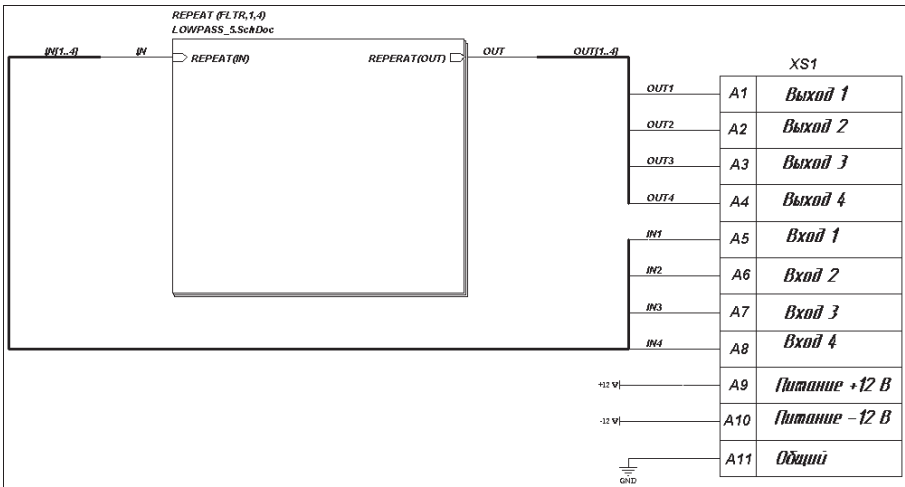

Рис. 4.20. Схемный документ верхнего уровня иерархии
7. Сформировать схему верхнего уровня иерархии (рис. 4.20) — активизировать панель **Components**, выбрать библиотеку электрических соединителей, извлечь из списка компонентов розетку СШП260-46-Р и установить в схемный документ верхнего уровня секции-контакты соединителя для подачи 4 входных сигналов в канальные фильтры, 4 выходных сигналов, цепей питания и «земли».